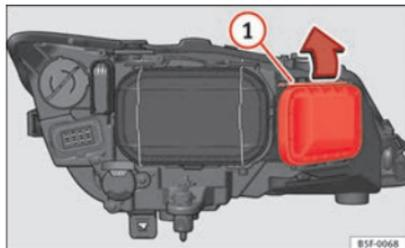

Fig. 142 Lámpara luz intermitente
- Desplace el tirante ⇒ fig. 142 ① en el sentido de la flecha y saque la tapa.